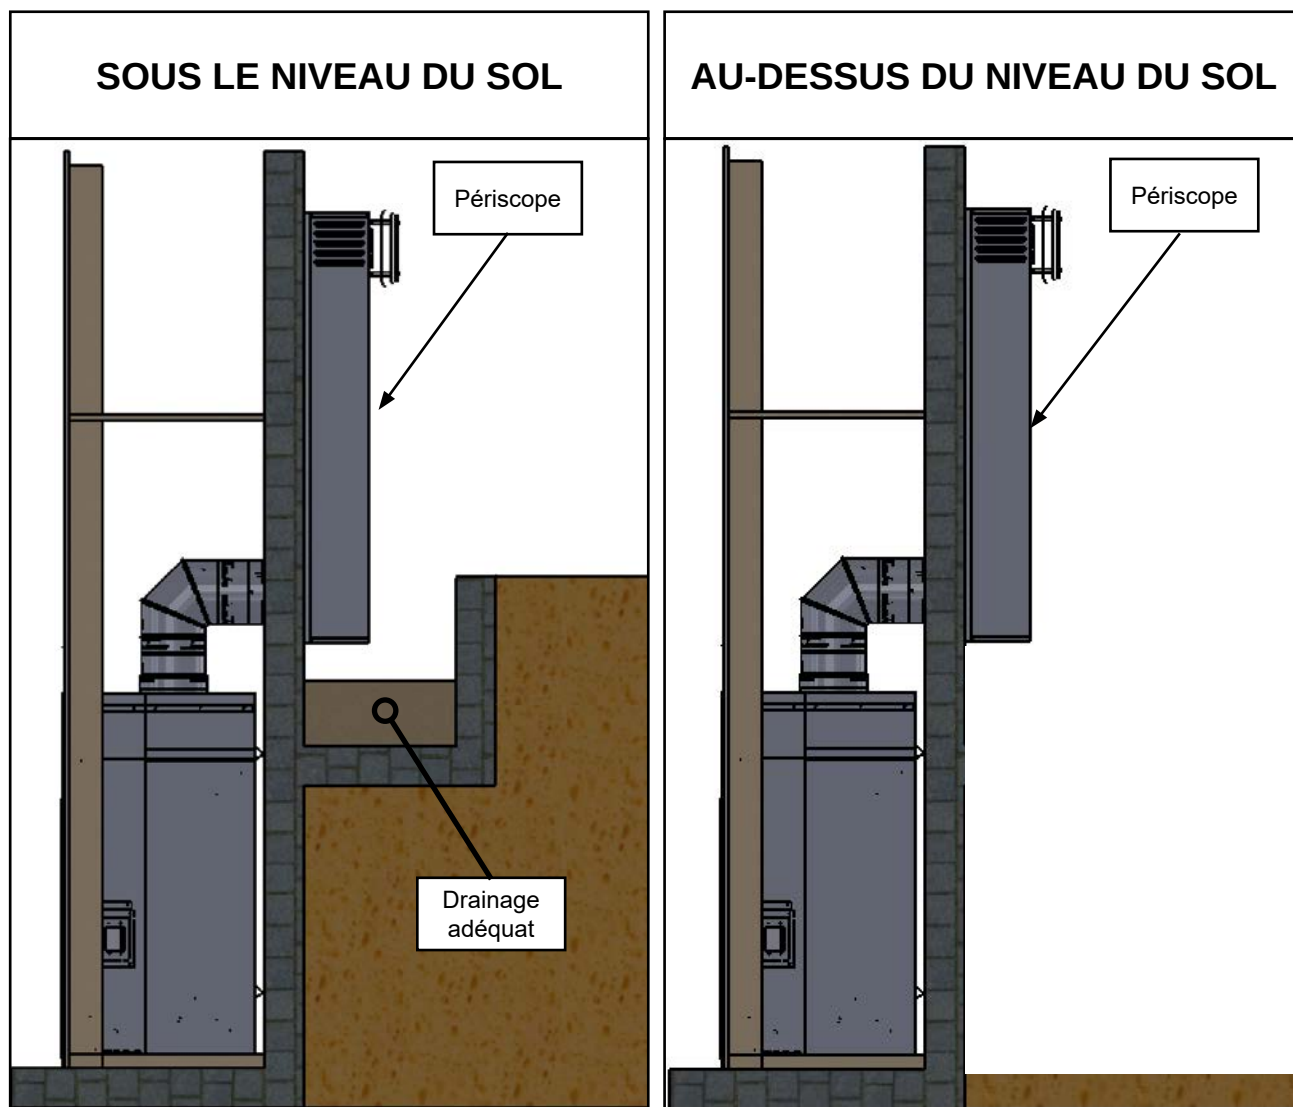

Figure 10.5.01
- Un périscopes possède deux coudes de 90° qui comptent dans le calcul du nombre de coudes permis pour le système de cheminée. Par exemple, l'installation illustrée à la **Figure 10.5.01** utilise 3 coudes de 90°.
- Si la terminaison périscopique est installée sous le niveau du sol (p. ex. : pour un sous-sol), un drainage adéquat doit être conçu pour empêcher l'eau d'entrer à l'intérieur de la terminaison périscopique (voir **Figure 10.5.01**).